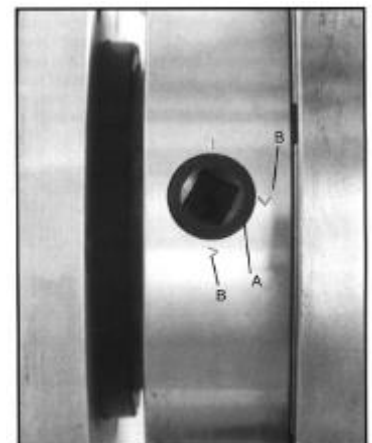

Рисунок 12
1. Придерживая патрон, поворачивайте последовательно шесть кулачковых затворов на $\frac{1}{4}$ оборота против часовой стрелки при помощи ключа для снятия зажимного патрона. Риска А должна совпасть с указательной риской I (рис.12).
5. Установите патрон на посадочное место на шпинделе. Зафиксируйте патрон, повернув кулачковые затворы на ¼ оборота по часовой стрелке. Кулачковые затворы считаются плотно закрученными, если риска **A** находится между двумя указательными рисками **B** (рис.12).